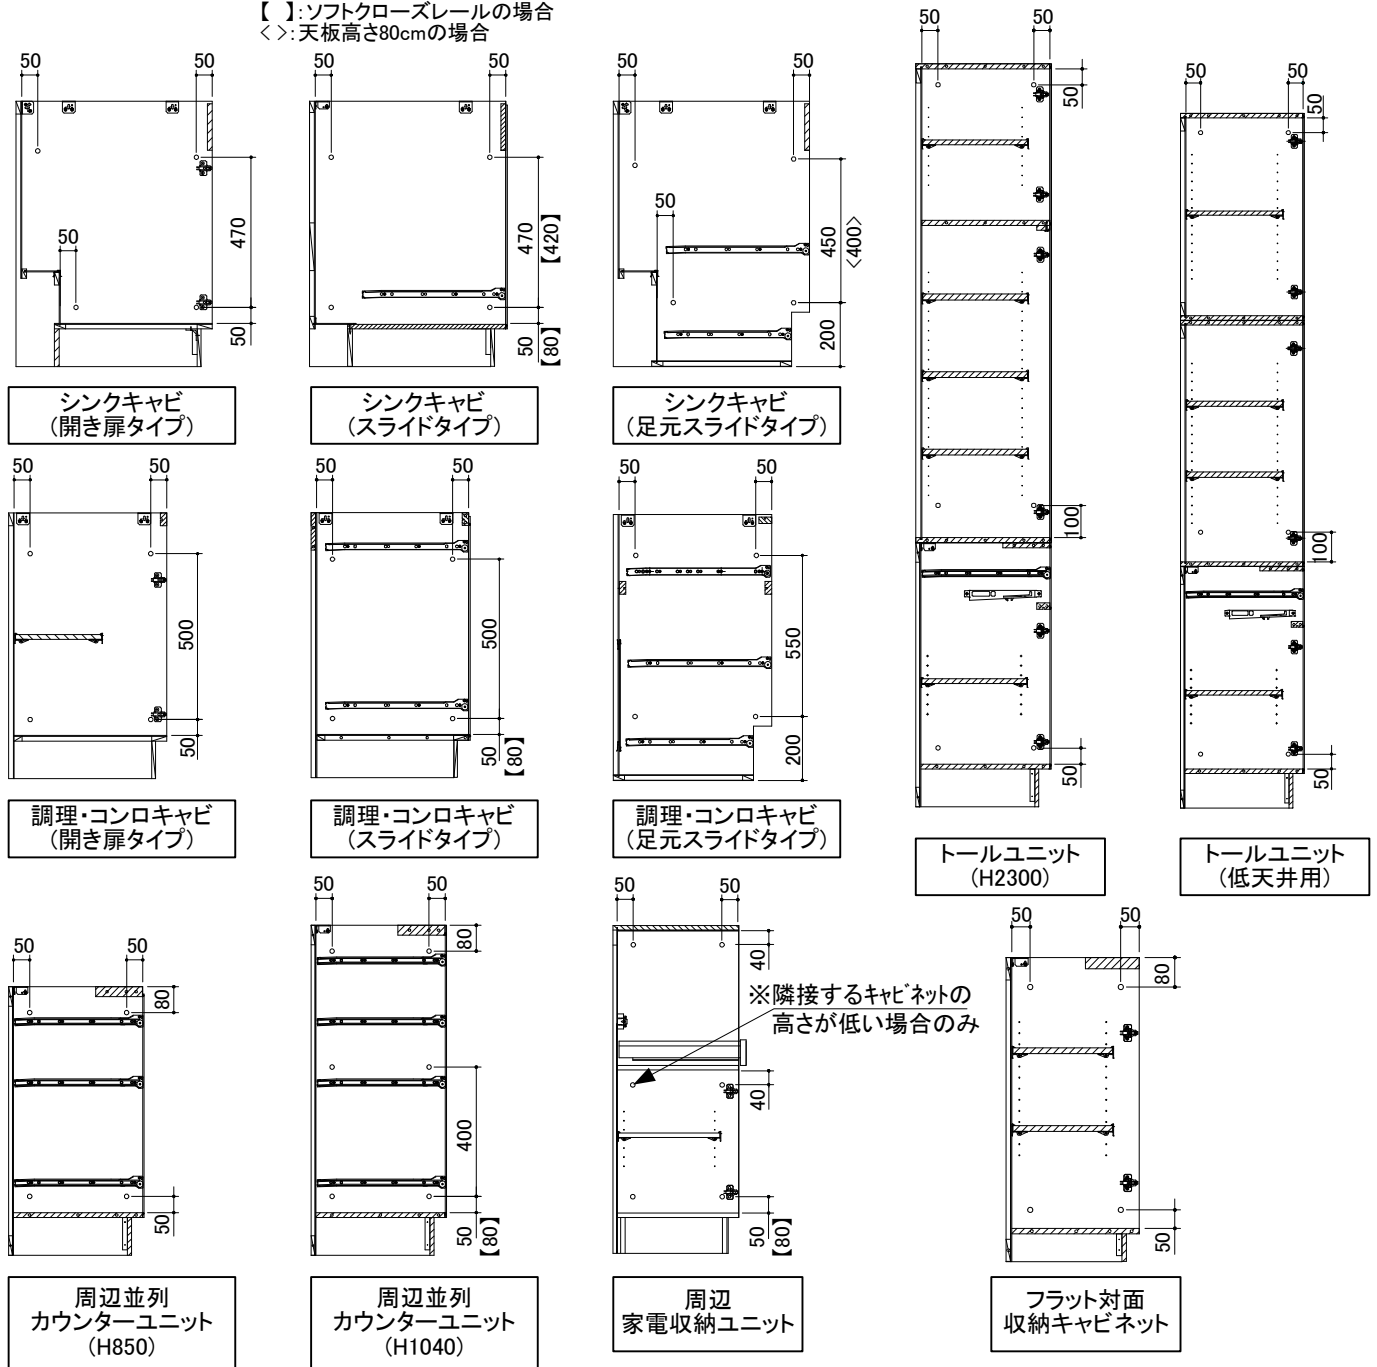

図4: 穴加工位置寸法参考図
②キャビネット側板に組付ネジ用の下穴(φ4穴)を、レールや丁番などを避けた位置にあけてください。(図4参照)